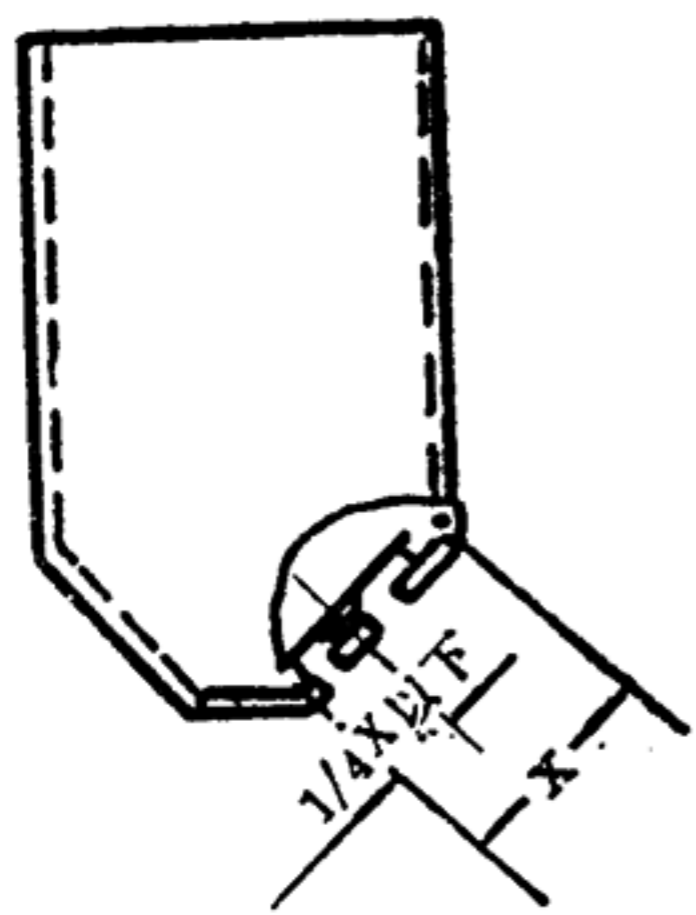

图11
(8) 混凝土料仓 (见图11)：振动器安装的方法和木制料仓一样，需附加振动板。